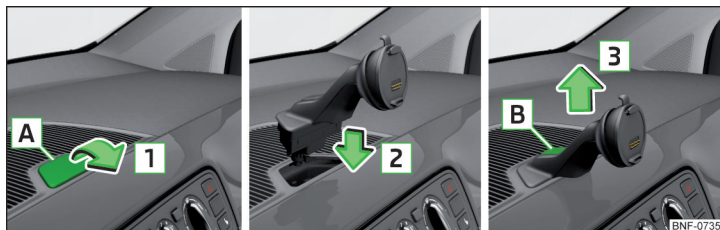

Fig. 84 Isætning/udtagning af holder til system
- Stik fx en mønt ind i åbningen **A** » Fig. 84, og klap forsigtigt afdækningen op i pilens retning **1**.
- Tag fat i holderen, og tryk på udløserknappen **B** » Fig. 84.